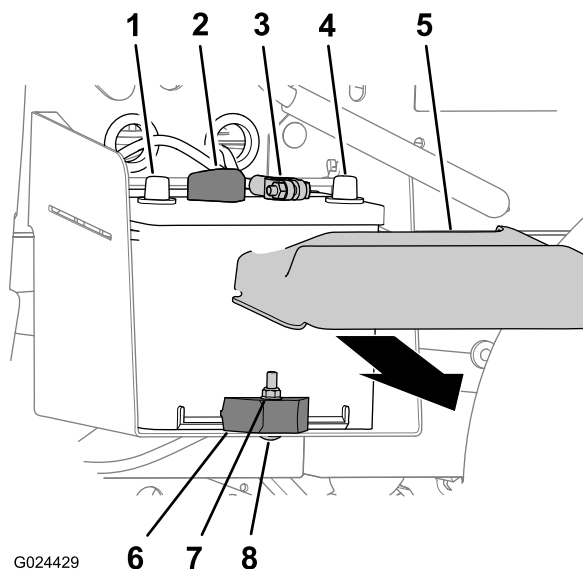

図 52
1. バッテリーカバーを両側からを押すようにしてバッテリー上部からカバーを外す (図 52)。
2. バッテリーのマイナス端子からバッテリーケーブルを外す 図 52。
3. バッテリーのプラス端子からプラスケーブルを外す 図 52。
2. バッテリーをバッテリートレイに固定しているロックナット、キャリッジボルト、バッテリークランプを外す 図 52。
3. バッテリートレイからバッテリーを取り出す 図 52。
1. バッテリートレイにバッテリー載せる 図 52。
**注** バッテリーのプラス端子とマイナス端子が 図 52 のように整列するように取り付けること。
2. バッテリークランプ、キャリッジボルト、ロックナットを使って、バッテリーをバッテリートレイに固定する 図 52。
1. バッテリーのプラス+ケーブルをバッテリーのプラス端子に接続する 図 52。
2. バッテリーのマイナス-ケーブルをバッテリーのマイナス端子に接続する 図 52。
3. バッテリー上部に、バッテリーカバーを取り付ける 図 52。